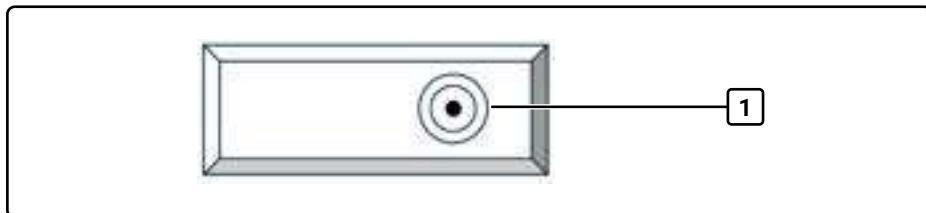

Abb. 8 Draufsicht Wassertank
3. Filterkartusche so in den Wasserfilteradapter (1, Abb. 8) im Wassertank einsetzen, dass sie einrastet.